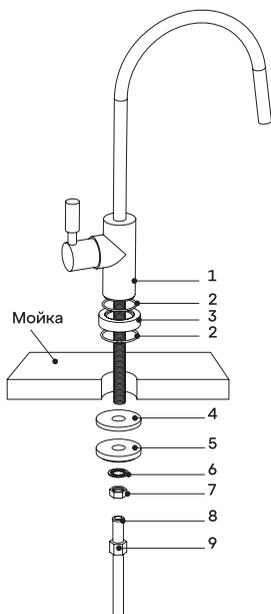

Рис. 4. Схема установки крана для чистой воды
2. Наденьте на резьбовой хвостовик крана декоративную подставку (3) с двумя резиновыми уплотнительными кольцами (2) (рис. 4).
3. Вставьте хвостовик крана в просверленное отверстие. Под столешницей или раковиной наденьте на хвостовик резиновую прокладку (4), пластиковую (5) и металлическую стопорную (6) шайбы и наверните крепежную гайку (7).
4. На трубку с запрессованной латунной втулкой (8) наденьте накидную гайку (9) из комплекта крана для чистой воды.
5. Подсоедините к крану (1) конец трубки с запрессованной латунной втулкой и закрепите накидной гайкой (9).